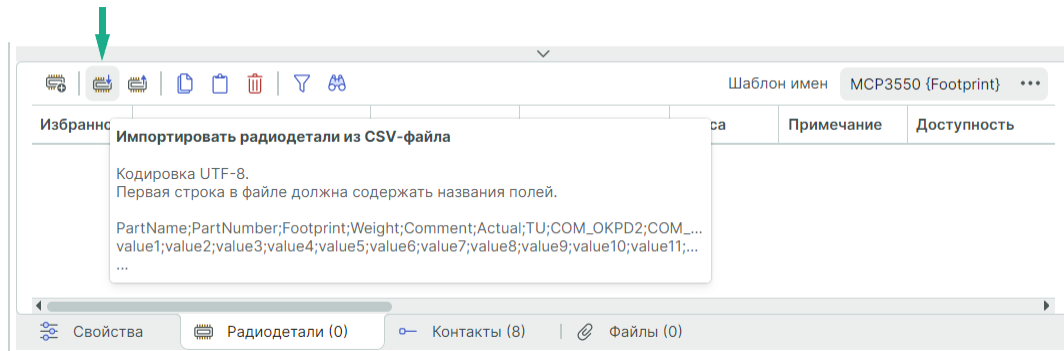

Рис. 316 Импорт данных радиодеталей с помощью csv-файла
1. Нажмите на символ  «Импортировать радиодетали из CSV-файла» на вкладке «Радиодетали» редактора компонентов, см. Рис. 316.